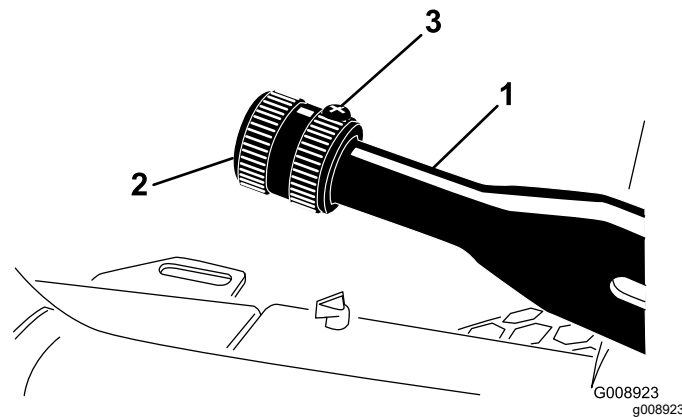

Figure 83
2. Desserrez la vis de fixation du pommeau sur le levier du frein de stationnement (Figure 83).